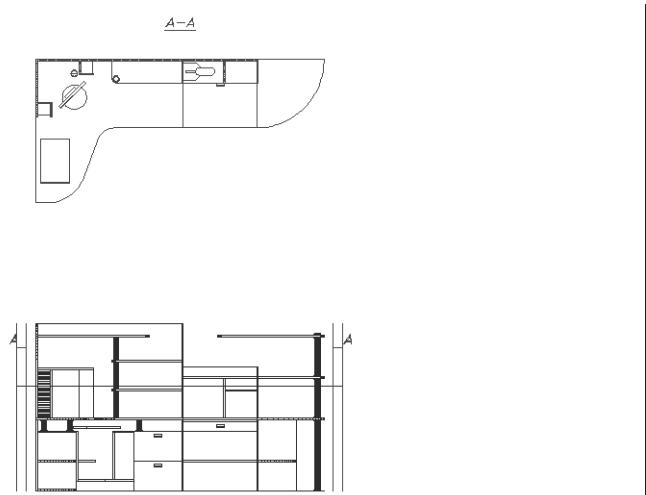

Рис. 10.14 ▼ Объекты, скопированные на слой **Штриховка 1090**, и вспомогательные линии на главном виде
4. Сместите нижнюю линию нулевой высоты на главном виде вверх на 1090 мм и продлите ее до наружных вертикальных линий (рис. 10.14).